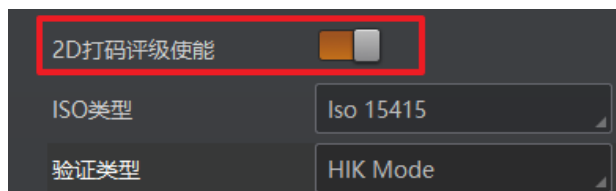

图4-41 打码评级使能
3. 启用 **2D 打码评级使能**参数，如图 4-41 所示。